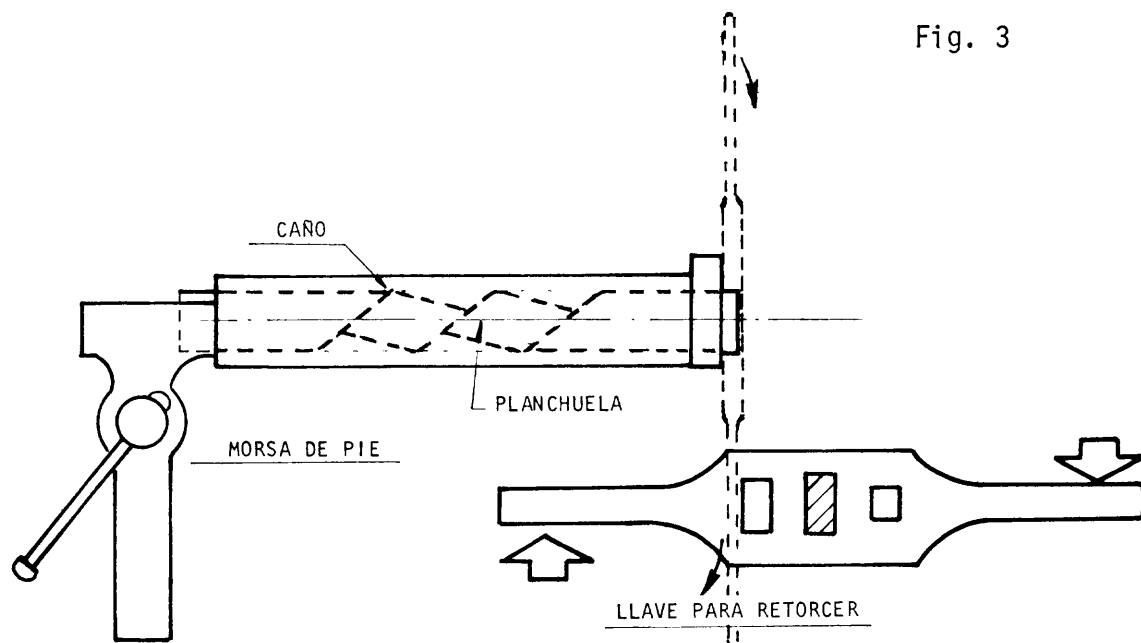

Fig. 3
- b Coloque el trozo de caño guía de modo que la pieza quede en su interior (fig. 3).
- c Tome con la llave para retorcer el otro extremo de la planchuela y aplique esfuerzos sobre ambos brazos de la palanca, realizando tantos giros como espirales desee obtener (fig. 3).